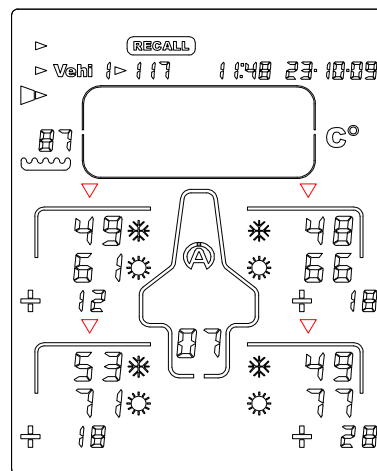

Figura 12
- 6) Pressione novamente o botão  ou : o Tyrecontrol apresenta a 3ª fase de dados, isto é, as temperaturas no centro dos pneus, antes  e depois da  corrida + os desvios (*figura 12*).